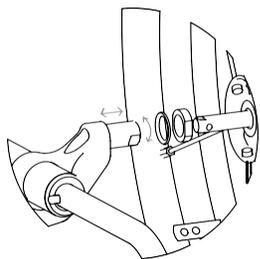

Figure 17.3 Ajustement du récepteur de l'essieu.
- 3 Assurez-vous que la rondelle à ressort est en place entre le contre-écrou et la plaque de l'essieu. Une fois que l'emplacement est sélectionné, réappliquez du Loctite sur l'écrou de $\frac{3}{4}$ -16 et serrez-le pour fixer l'emplacement. (Voir la figure 17.3)